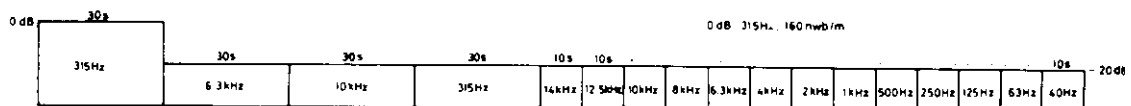

Fig. 11-5 Fréquences enregistrées sur la bande d'étalonnage STD-331B
- STD-331B : Réglages de lecture (voir la Fig. 11-5)